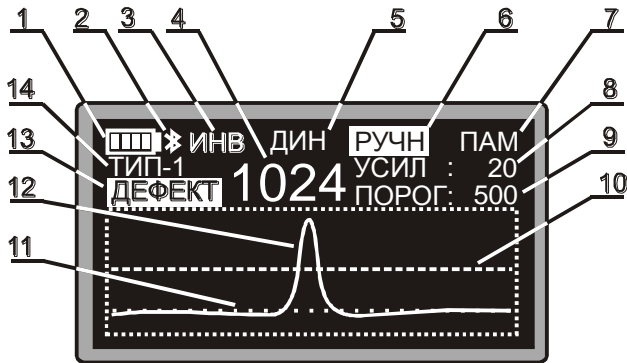

Рис. 5.1 Органы индикации дисплея
Расположение индикаторов на экране дисплея показано на рис. 5.1.
Примечание. *Активный индикатор отображается темными буквами на светлом фоне (рис. 5.1, поз. б).*
Проверка уровня заряда аккумуляторов осуществляется по индикатору заряда (рис. 5.1, поз. 1). Уровень заряда отображается в виде шкалы. В случае полного разряда аккумуляторов индикатор начинает мигать. При этом аккумуляторы необходимо зарядить, используя зарядное устройство из комплекта поставки дефектоскопа или аналогичное.
6.2.1 Кнопками "↑", "↓" установить курсор на индикатор режима работы дефектоскопа (рис. 5.1, поз. 5).
6.2.4 Кнопками "←" и "→" выбрать режим инверсии сигнала от дефекта (если отображается индикатор инверсии «ИНВ» (рис. 5.1, поз.3), значит включен режим инверсии сигнала от дефекта).
6.3.1 Кнопками "↑", "↓" установить курсор на индикатор режима настройки дефектоскопа (рис. 5.1, поз. б).